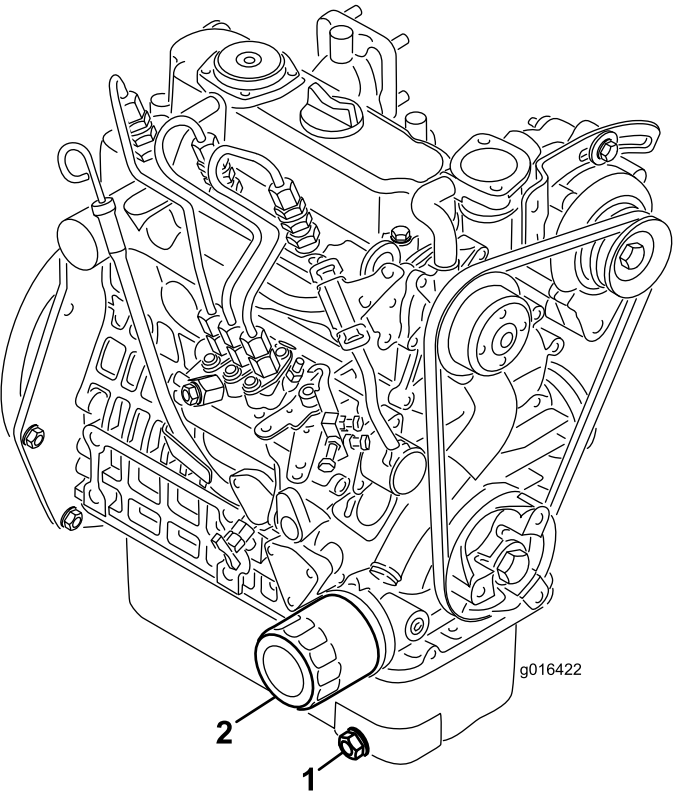

图39
1. 拆下排油塞图39让油流入放油盘。油不再流时安装排油塞。